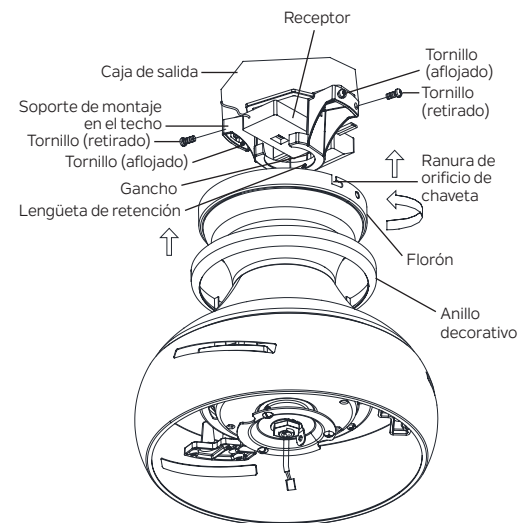

Figura 17
Paso 2. En la parte superior del soporte de montaje en el techo, hay 4 tornillos preinstalados (2 a cada lado). A cada lado del soporte de montaje en el techo, afloje el primer tornillo (izquierdo) apenas lo suficiente para que el tornillo pueda bloquearse en una ranura de "orificio de chaveta" del florón. Retire el segundo tornillo (derecho). **(Figura 17)**
Paso 4. Vuelva a instalar los 2 tornillos que se retiraron en los orificios alineados del florón y el soporte de montaje en el techo. Apriete los cuatro tornillos para asegurarlos. **(Figura 17)**